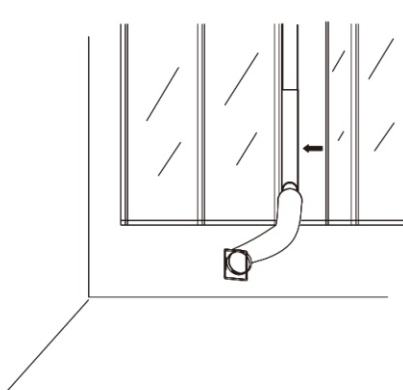

Fig.7
8. Instale o duto de exaustão de ar, o kit da janela e seus acessórios na janela e, em seguida, feche a janela de acordo com a direção da seta na Fig. 7 para pressionar o kit da janela com firmeza.